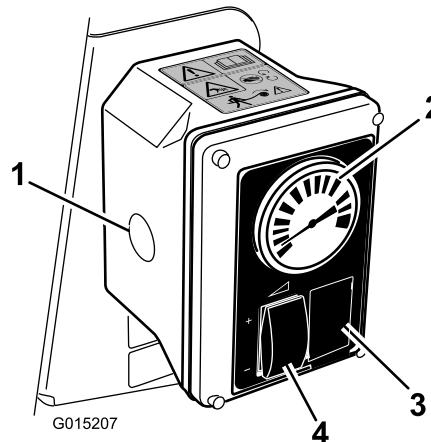

Figura 13
- Regolate l'interruttore di comando del volume e l'acceleratore per aumentare o ridurre la pressione, come riporta l'indicatore della pressione, al valore desiderato (Figura 13).